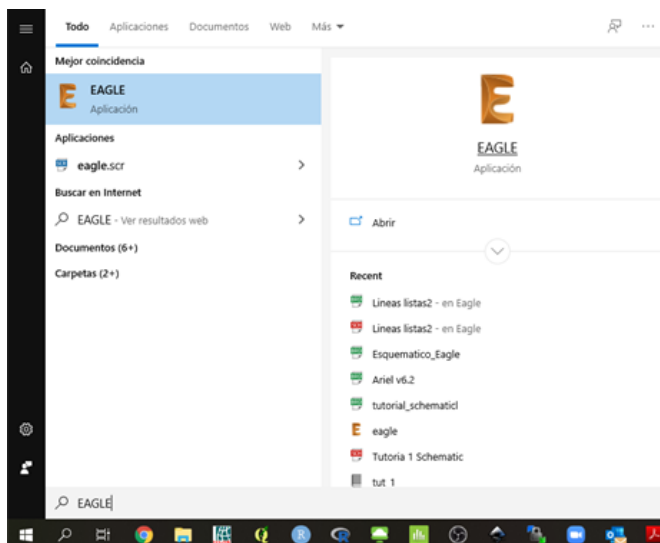

Figura 7: Acceso al software EAGLE en Windows
3. Cuando la instalación este lista en su computador, si utiliza un sistema Windows podrá acceder al botón de Inicio y digitar el nombre *EAGLE* y saldrá el acceso al software como se muestra en la figura 7.